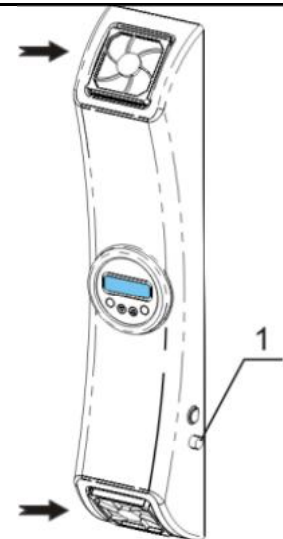

Fig.8 Emplacement des filtres à poussière
- Ouvrez le porte-fusible situé sur la face latérale de l'appareil (fig.8/1) en tournant son couvercle dans le sens antihoraire à l'aide d'un tournevis.
Pour vérifier, remplacer ou nettoyer les filtres, il vous suffit simplement de détacher les couvercles (fig.8/→). Si nécessaire, remplacez par un filtre neuf ou rincez à l'eau puis séchez et replacez les filtres existants. Remettez les couvercles en place.